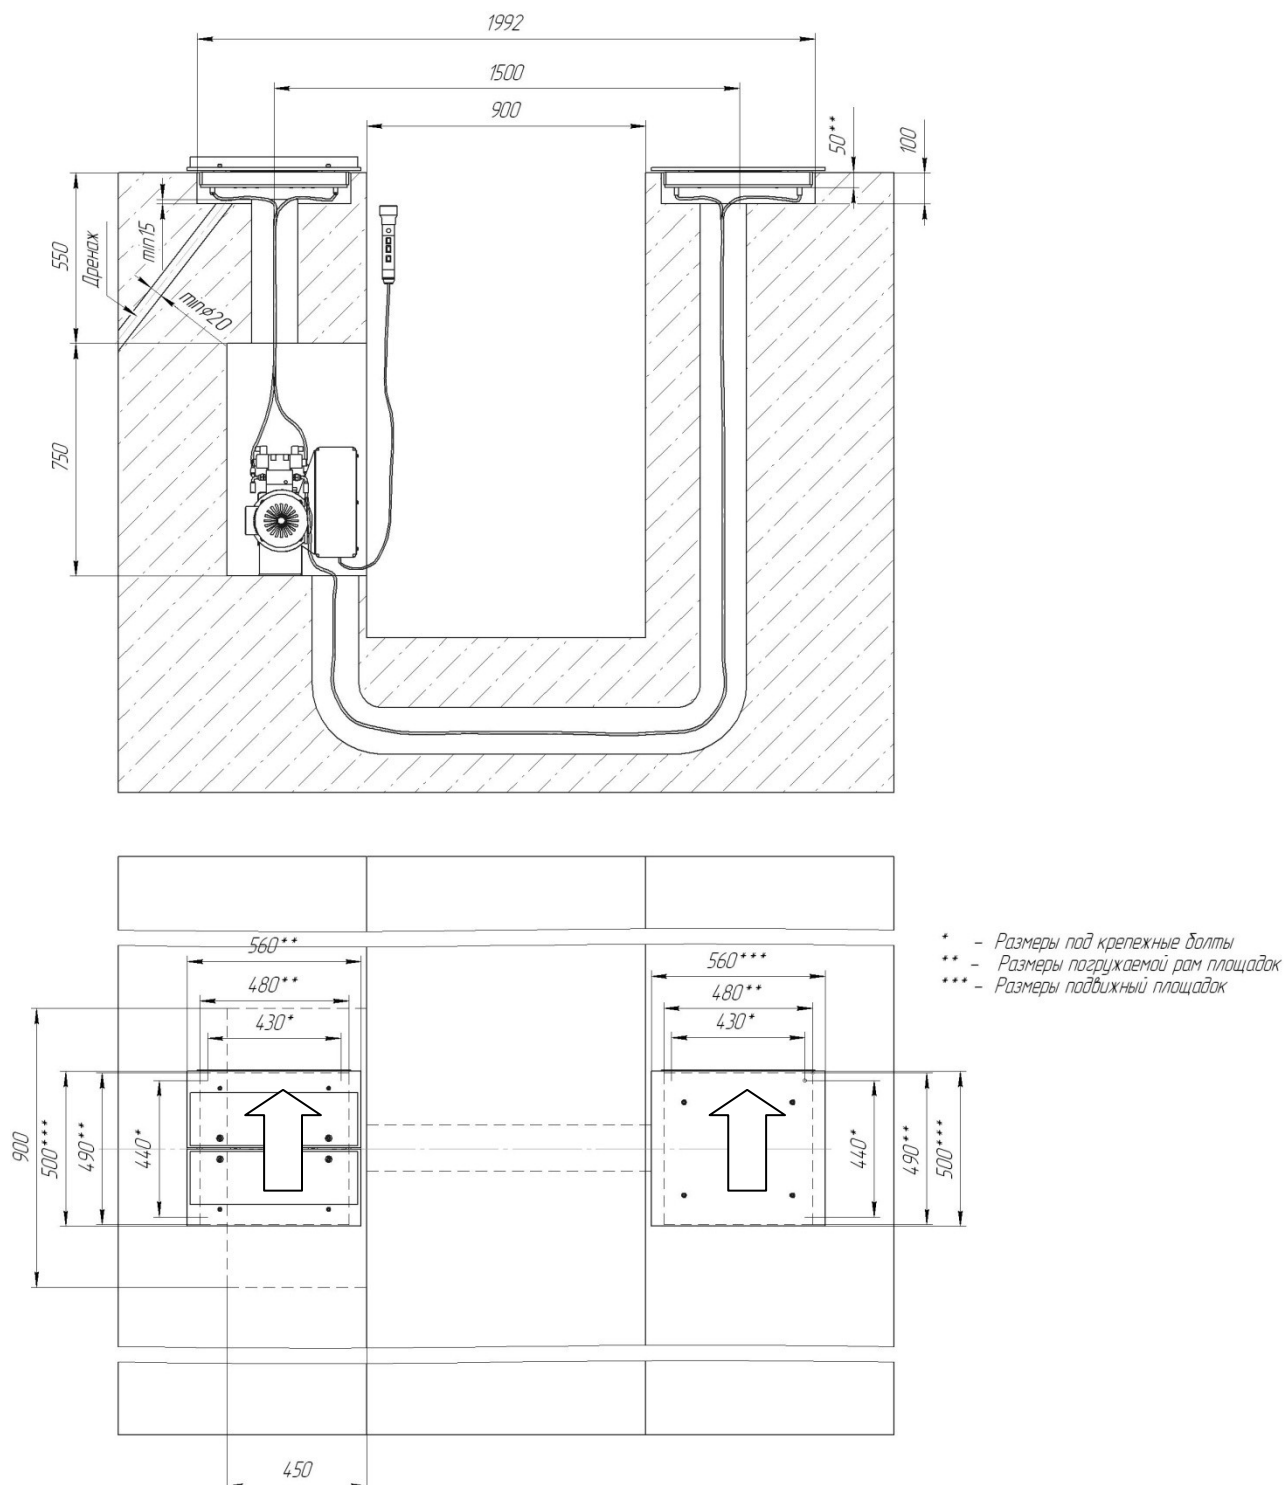

Рисунок 1 Схема установки люфт-детектора на осмотровую канаву
Люфт-детектор (рис.1) состоит из двух площадок левая и правая , , гидростанции , электрошкафа и пульта-фонарика для дистанционного управления (ПДУ).
7.1 Люфт-детектор модели ДЛ003Е устанавливается на подъёмник и на осмотровую яму (рис.1).